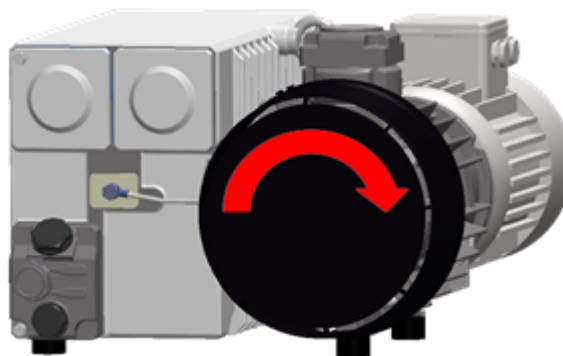

Figura 3: Dirección de rotación de la bomba de vacío
3. Compruebe que la dirección de rotación de la bomba del modelo de tres fases es correcta. Consulte *Figura 3: Dirección de rotación de la bomba de vacío* en la página 23.